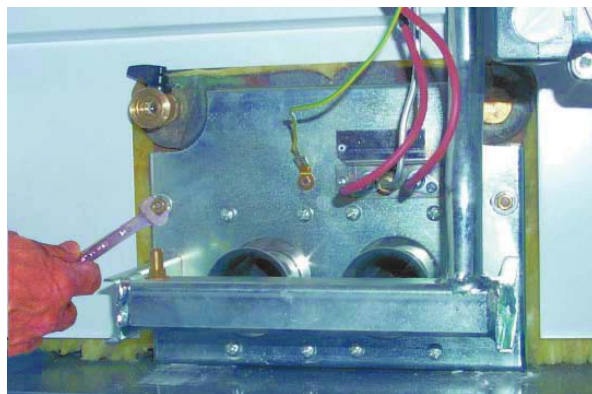

рис. 20 - Демонтаж горелок
- Развинтите две гайки крепления дверцы камеры сгорания к чугунным элементам корпуса котла (рис. 20)